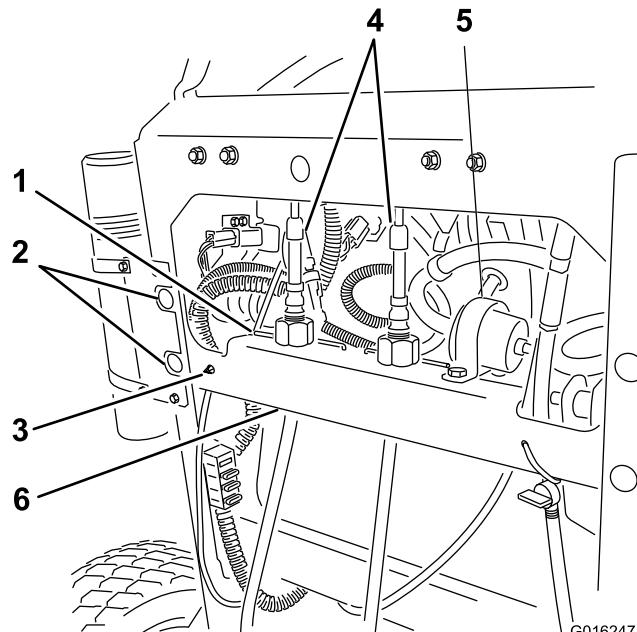

Figura 5
1. Retire a mola de fio que prende as porcas de ajuste de detecção (Figura 5).
3. Deslize os cabos para fora do suporte transversal (Figura 5 e Figura 12).
6. Desaperte o grampo em R e retire o filtro do grampo em R (Figura 5).
7. No lado esquerdo da travessa, aperte o clipe da conduta e empurre através da travessa (Figura 5).
8. retire o suporte transversal da máquina retirando os quatro parafusos. Não deite fora este hardware e suporte transversal (Figura 5).